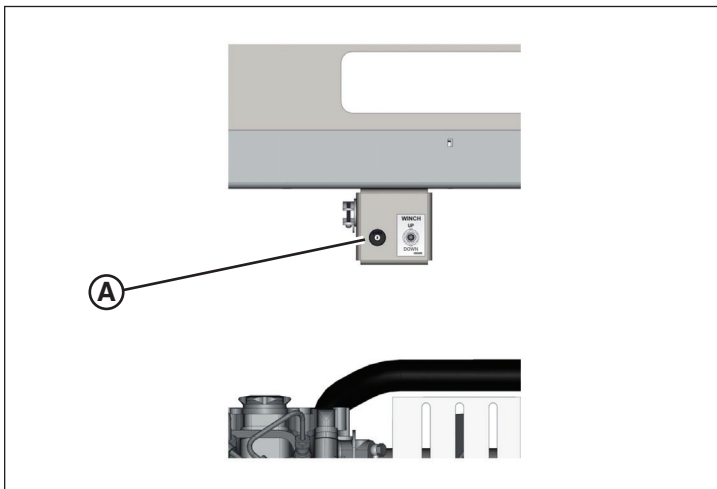

Figura 29
4. Presione hacia arriba el interruptor de elevación hidráulica de la torre de iluminación (A, Figura 29), para subir dicha torre hasta la altura deseada.
3. Presione hacia abajo el interruptor de elevación hidráulica de la torre de iluminación (A, Figura 29), para bajar dicha torre hasta la altura deseada o hasta la posición completamente ABAJO.